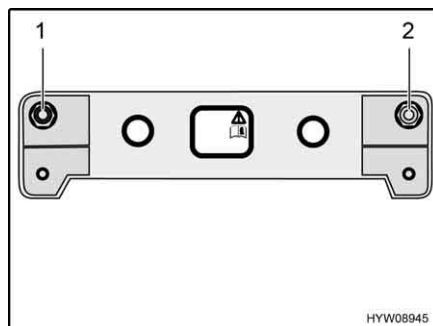

Fig. 14 Valvole di riempimento di emergenza
Nel vano motore sono installate due valvole di riempimento di emergenza (Fig. 14, 1 e 2) su una lamiera di sostegno. Queste valvole sono collocate in modo che in base alla loro posizione (nel senso di marcia) possano essere associate ai lati delle molle pneumatiche. Inoltre sono contrassegnate.
- Riempire uniformemente con aria compressa le valvole di riempimento di emergenza (Fig. 14, 1 e 2) presenti su entrambi i lati, fino al raggiungimento del livello di marcia normale del veicolo.